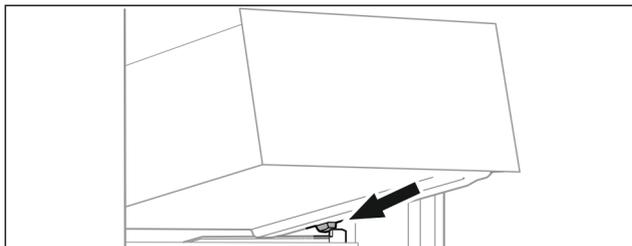

Fig. 79
- ▶ 将抽屉斜放在容器肋梁上的止动器后面。(参见 Fig. 79)